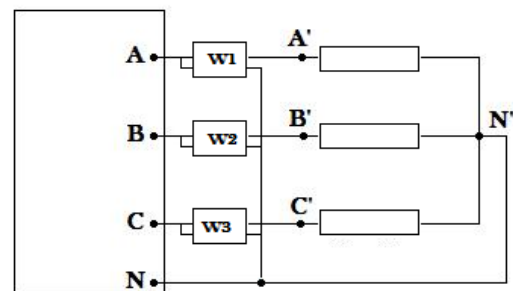

Figura 1: Conexão em Y, equilibrado.
3.3 – Conecte mais um resistor em paralelo com o resistor existente na fase b do circuito da figura 1, para desequilibrar o circuito. Realizar novamente as medições de potência por fase utilizando os 3 wattímetros (um em cada fase).